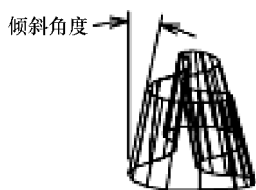

图 12-12 拉伸倾斜角
- 倾斜角 (T): 指定拉伸的倾斜角。如图 12-12 所示, 正角度表示从基准对象逐渐变细地拉伸, 而负角度则表示从基准对象逐渐变粗地拉伸。